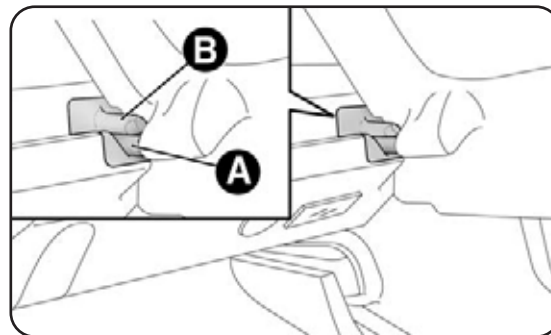

fig. 63
- libera i perni A-fig. 63 posti all'esterno del ripiano dalle relative sedi B ricavate nei supporti laterali, quindi rimuovi la cappelliera verso l'esterno.